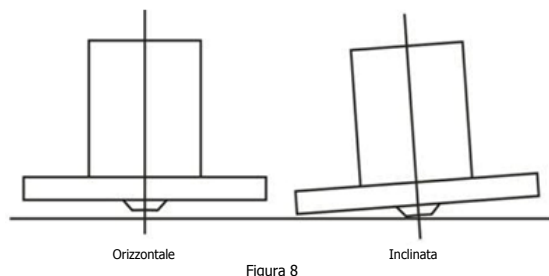

Figura 8
- Dopo l'installazione, assicurarsi che la cappa sia livellata per evitare il ristagno di grasso a una estremità. Vedere figura 8.